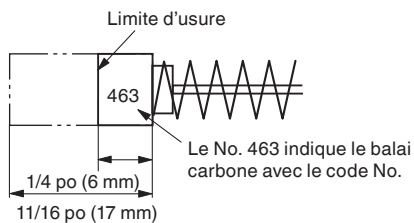
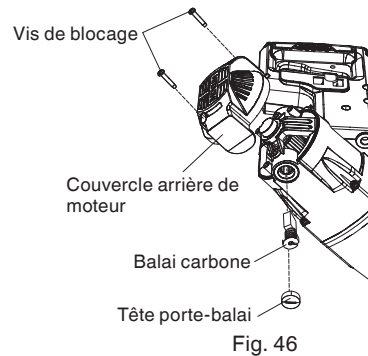

Fig. 45
Fig. 46
2. Inspecter les balais carbone (Fig. 45 et Fig. 46)
Les balais carbone du moteur sont des pièces consommables. Si les balais en carbone sont usés, le moteur risque d'avoir des anomalies. En conséquence, inspecter périodiquement les balais en carbone et les remplacer lorsqu'ils ont atteint la limite d'usure comme indiqué à la Fig. 45. Par ailleurs, maintenir les balais carbone propres de façon qu'ils glissent régulièrement dans les porte-balai.
REMARQUE: Lors du remplacement des balais carbone, utiliser uniquement des balais carbone Hitachi avec le No. de code « 463 » (voir Fig. 45). Si vous utilisez d'autres balais carbone, le frein électrique ne fonctionnera pas.